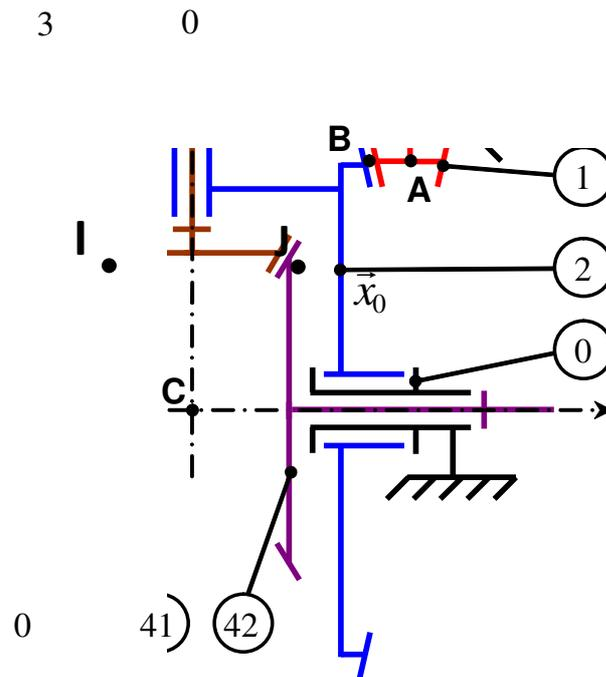

Figure 1 – Schéma cinématique du réducteur différentiel
Le mouvement de rotation de l'arbre moteur est transmis aux roues par l'intermédiaire de deux réducteurs différentiels et de quatre réducteurs (un par roue). On s'intéresse dans la Figure 1 à l'étude de la transmission du mouvement de rotation du moteur aux quatre roues d'un bogie. Chaque arbre n° k est animé d'une vitesse de rotation par rapport au bogie 0 notée ω_{k0} .
- Figure 1 : Schéma synoptique de la transmission